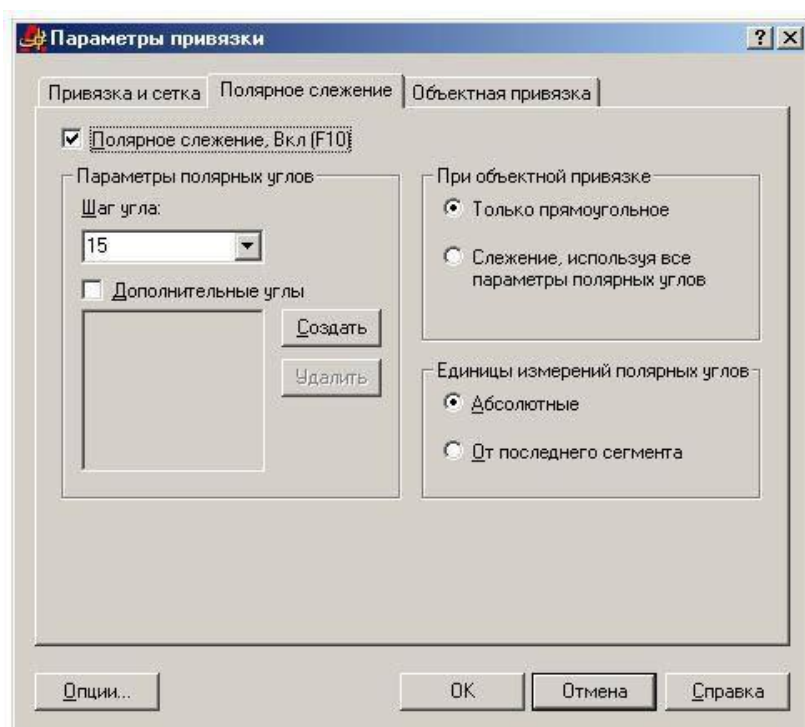

Рис. 8
6. Нарисуйте линию в режиме отслеживания полярных координат. Для этого предварительно нажмите на кнопку **ПОЛЯР (POLAR)** в строке состояния. Установка шага отслеживания осуществляется в окне **Параметры чертежа (Drafting Settings)** на вкладке **Полярное слежение (Polar Tracking)**. Вызов окна осуществляется командой **Инструменты/Параметры чертежа (Tools/Drafting Settings)** или нажмите ПКМ на кнопке **ПОЛЯР (POLAR)** и выбором команды **Параметры (Settings)**. Установите шаг угла 15 и при смещении указателя мыши по кругу посмотрите изменение полярных координат (рис. 8).